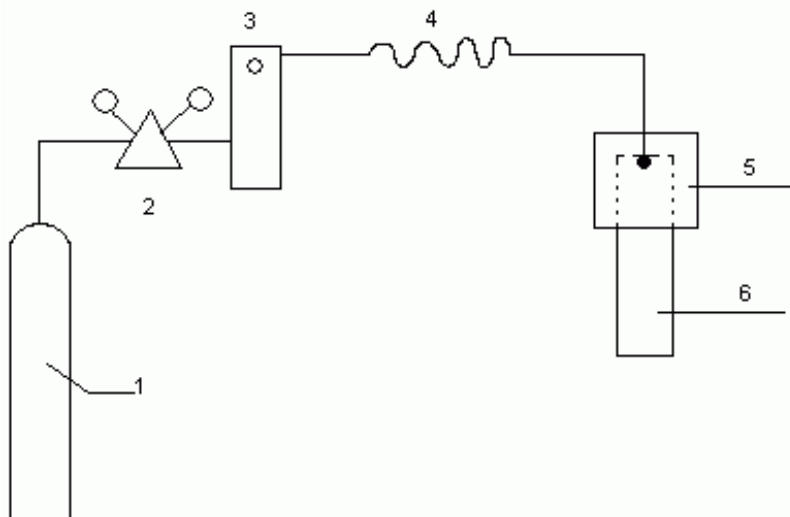
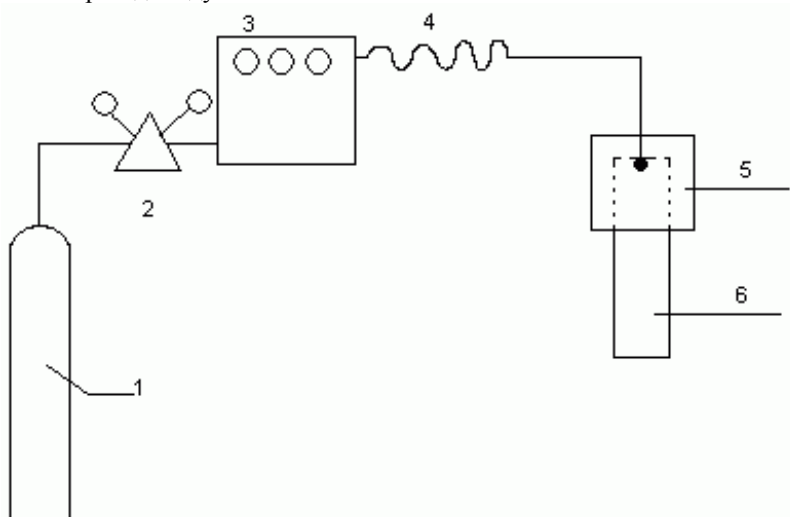
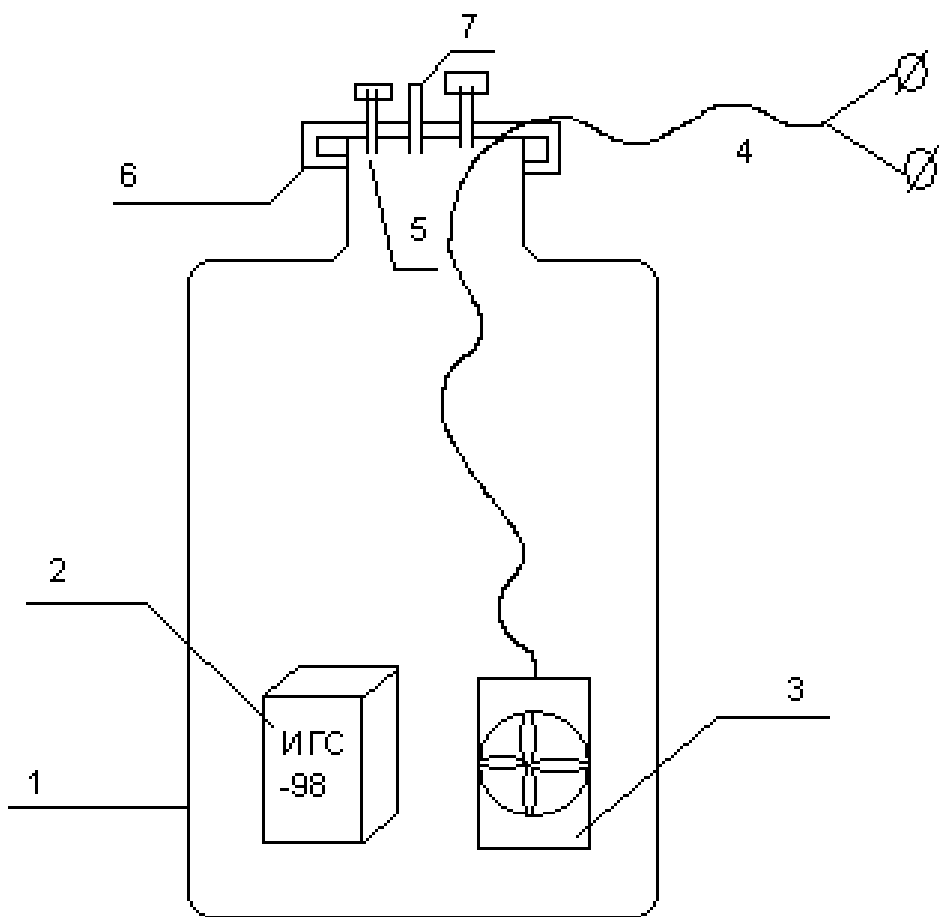

Рис. 2. Схема газовая принципиальная установки для проверки индивидуальных газосигнализаторов от баллонов со сжатыми газами ПГС.
Рис. 3. Схема газовая принципиальная установки для проверки индивидуальных газосигнализаторов от генератора газа.
Рис. 4. Схема газовая принципиальная камеры КГ-3 для проверки индивидуальных газосигнализаторов.
5.3.1. При работе с газовыми смесями из баллонов (ПГС) собирают газовую схему для проверки ГС (рис. 2). Для этого баллон с ПГС, подключают через понижающий редуктор и ротаметр к прибору. Вместо редуктора можно использовать баллонный вентиль тонкой регулировки. К отверстию сенсора ГС присоединяют газовую насадку-адаптер НГ-1 (рис. 1). Штуцер насадки соединяют с выходом ротаметра гибким шлангом. По ротаметру устанавливают требуемый расход газовой смеси.
испарения вещества через стенки фторопластовой ампулы-источника микропотока (ИМ). Установив источник микропотоков с необходимым веществом в установке, можно создавать высокостабильные газовые потоки заданной концентрации разного состава. Для работы собирают установку по схеме на рис. 3. Газовое питание генератора происходит от баллона со сжатым воздухом через понижающий редуктор. От генератора на ГС газовая смесь подается по фторопластовому трубопроводу, соединяемому коротким шлангом со штуцером насадки НГ-1.
5.5.2. Для этого собирают установку, изображенную на рис. 4. Прибор помещается полностью в камеру через герметичный люк. В камере (желательно из прозрачного материала) находится вентилятор для перемешивания воздуха, отверстие для микродозатора жидкой пробы вещества и две герметичные рукавицы для работы с прибором в камере при настройке.
1.6. ГС серии «В» выпуска после 2010 г. содержат три платы: цифровую GS, общую для всех типов ГС, в том числе двухгазовых (принципиальная схема рис.1а, расположение элементов рис.1б), плату зарядки аккумулятора TSN (рис. 2а и 2б) и аналоговые, крепящиеся непосредственно к сенсору, 5 типов: для 3-электродных электрохимических сенсоров (SO-CL-M, рис. 3а и 3б), для 2-электродных электрохимических сенсоров (CO-M, рис. 4а и 4б), для термокаталитических сенсоров (TK-IN, рис. 5а и 5б), для оптических сенсоров (CO2-M, рис. 6) и для полупроводниковых сенсоров (TK-B, рис.7).
рис. 2а. Принципиальная схема платы зарядки
рис. 2б. Схема размещения элементов на плате зарядки
рис. 3а. Принципиальная схема платы для 3-х электродных электрохимических сенсоров
рис. 4а. Принципиальная схема платы для 2-электродных электрохимических сенсоров
рис. 4б. Схема размещения элементов на плате 2-х электродных электрохимических сенсоров